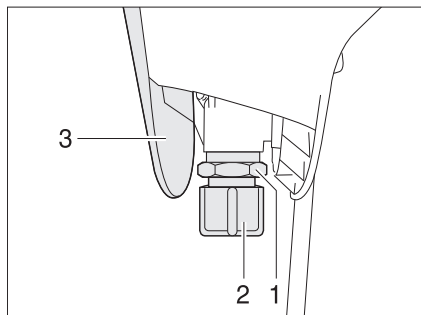

Fig. 250 Vanne toilette à aspiration
- Retirer le couvercle (Fig. 250,3).
- Dévisser le capuchon de fermeture (Fig. 250,2).
- Placer un récipient approprié sous la vanne (Fig. 250,1).